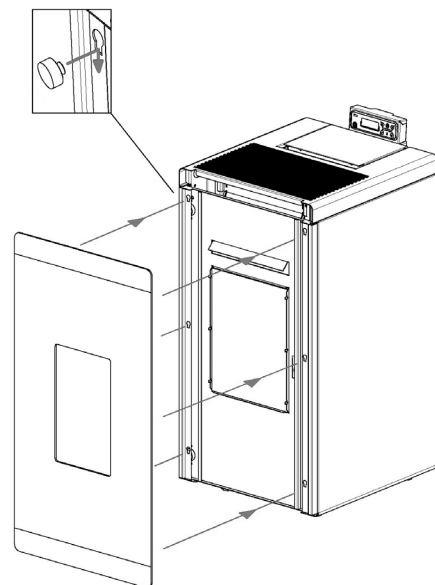

Fig. 41 - Plaats het glas
- Plaats het glas op de metalen deur: haak de koppen van de schroeven vast aan de gaten van de deur (zie **Fig. 41**).